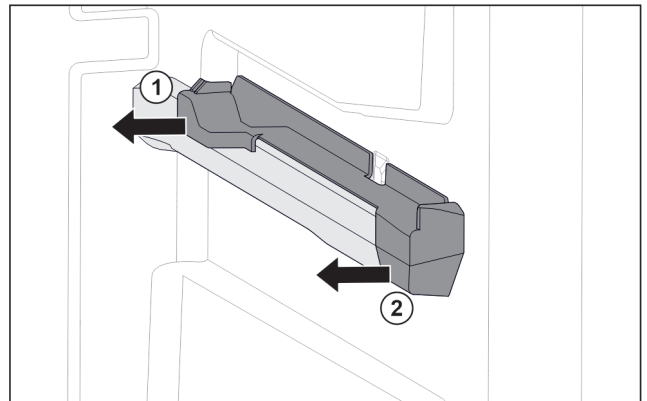

Fig. 102 Insteekeslement op rechter containerrib
- Insteekeslement achter naar de zijkant toe eraf trekken. Fig. 102 (1)
- Insteekeslement voor naar de zijkant toe eraf trekken. Fig. 102 (2)